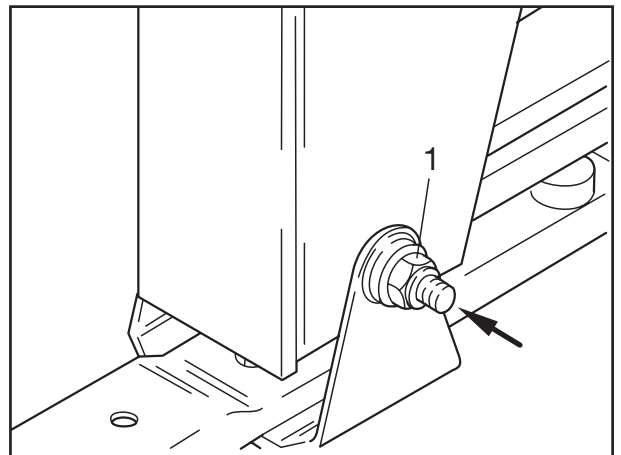

Fig. 2
- [4] Enfiler les douilles entretoise (Fig.2/2).
- [5] Mettre les rondelles (fig. 2/3) sur les boulons.
- [6] Raccorder une extrémité du câble (fig. 2/4) à un boulon, mettre une rondelle (fig. 2/5) insérer la nouvelle goupille (fig. 2/6) et bloquer en la repliant.
- [3] Sicherungsmutter (Fig. 2/ 1) vom Federbolzen abschrauben. Hebearm festhalten und Federbolzen (Fig. 2/Pfeil) heraustreiben. Hebearm mit Buchsen und Scheiben abnehmen.
- [3] Unscrew locking nut (Fig. 2/1) from the spring pivot bolt. Hold lift arm tight and drive out spring pivot bolt (Fig. 2/arrow).
- [3] Retirer l'écrou de sûreté (fig. 2/1) du boulon de ressort. Maintenir le palonnier et chasser le boulon de ressort (fig. 2/flèche).